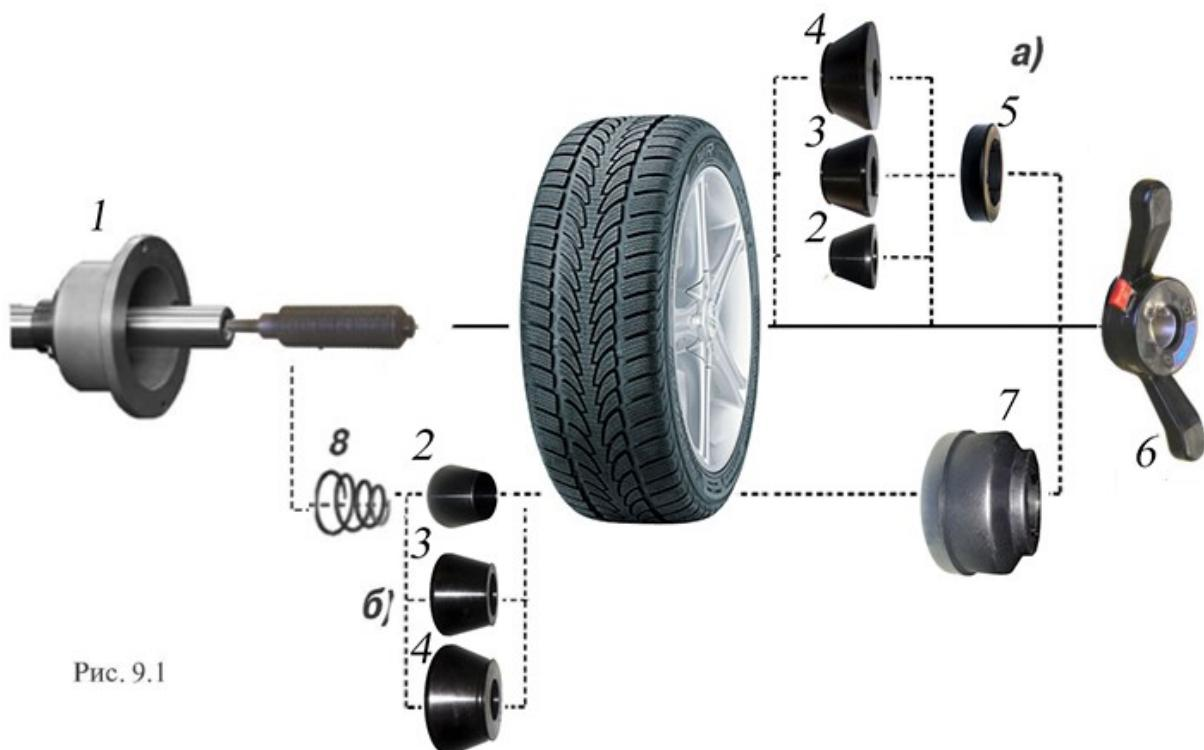

Рис. 9.1
9.2. Колеса легковых автомобилей и легких грузовиков типа "Газель" (опция) закрепляются на валу СБ за центральное отверстие обода с помощью конусов и гайки. В зависимости от конфигурации обода конус может быть установлен как с внешней стороны обода (вариант "a"), так и с внутренней (вариант "б") (см. рис. 9.1)